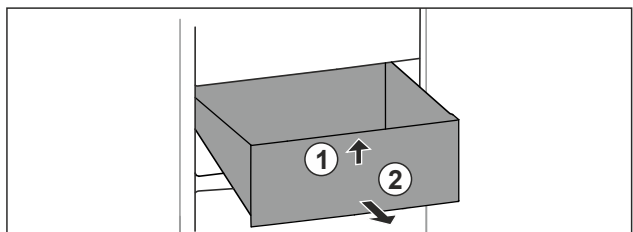

Fig. 80
- Sollevare il cassetto dal davanti. Fig. 80 (1)
- Rimuovere il cassetto tirandolo in avanti. Fig. 80 (2)